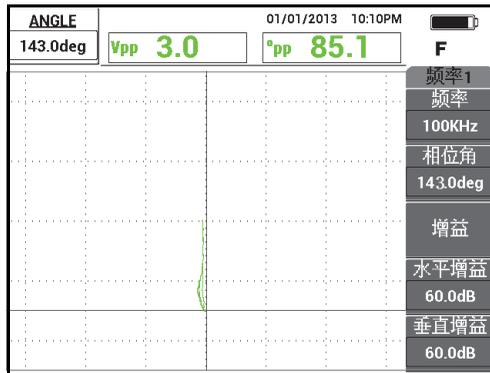

图 5-34 垂直方向呈现的凹槽信号
4. 按相位角键（），然后转动旋钮，直到凹槽信号变成垂直方向（参见第 139 页的图 5-34）。